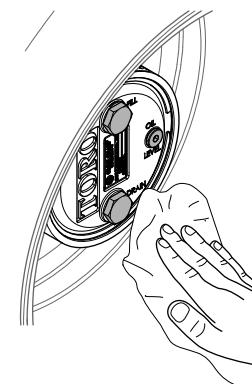

Figura 77
3. Limpe as estruturas do travão e da engrenagem planetária (Figura 77).